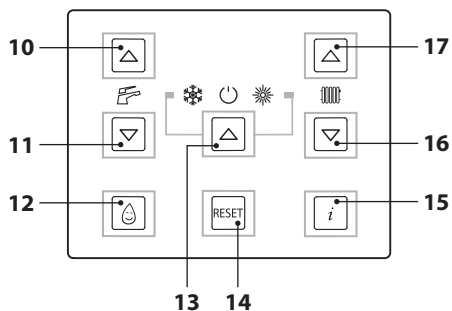
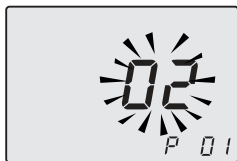
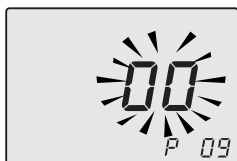

Рисунок 7.2
Рисунок 7.3
Рисунок 7.4
- Войдите в "режим программирования", нажав одновременно и удерживая в течение 10 секунд кнопки 13-16-17 (Рисунок 7.2) до появления на ЖК дисплее кода **P01** и значения параметра, которые указывают на вход в "параметр 01" (Рисунок 7.3).
- Нажмите кнопку 16 или 17 (Рисунок 7.2) для просмотра параметров и найдите параметр **P09** ("трубочист") (Рисунок 7.4).
- Нажмите одновременно кнопки 13 и 17, чтобы появилось значение **00** (режим "трубочист" отключен) (Рисунок 7.4). При помощи кнопки 16 или 17 измените значение на **01** (режим "трубочист" активирован при минимальной температуре отопления) и нажмите для подтверждения кнопку 13. На дисплее появится символ **LP**, сменяющийся значением минимальной температуры горячего водоснабжения (Рисунок 7.5).
- При помощи кнопки 16 или 17 (Рисунок 7.2) измените состояние на **dP** (режим "трубочист" активирован при максимальной температуре горячего водоснабжения) и нажмите для подтверждения кнопку 13. На дисплее появится символ **dP**, сменяющийся значением максимальной температуры горячего водоснабжения.
- Нажмите кнопку 17 (Рисунок 7.2) для просмотра параметров и найдите параметр **P09** ("трубочист") (Рисунок 7.4).
- Увеличьте или уменьшите значение при помощи кнопки 17 или 16 (Рисунок 7.2). Подождите 3 минуты, пока давление газа стабилизируется, после чего считайте значение на газовом манометре. **Помните, что во время калибровки максимума**
- Чтобы сохранить значение, нажмите кнопку 11 (Рисунок 7.2) и удерживайте ее в течение 1 секунды.
- Чтобы перейти к калибровке газового минимума, нажмите кнопку 10 (Рисунок 7.2). На дисплее появится символ **S-L**, сменяющийся параметром минимальной абсолютной мощности (Рисунок 7.15).
- Увеличьте или уменьшите значение при помощи кнопки 17 или 16 (Рисунок 7.2). Подождите 3 минуты, пока давление газа стабилизируется, после чего считайте значение на газовом манометре. **Помните, что при калибровке минимума нельзя вернуться к большему пропущенному значению.**
- Нажмите кнопку 10 (Рисунок 7.2), чтобы проверить установленное максимальное значение и, в случае необходимости, измените его, выполнив описанную выше
- Нажмите кнопку 10 (Рисунок 7.2), чтобы проверить установленное минимальное значение и, в случае необходимости, измените его, выполнив описанную выше процедуру.